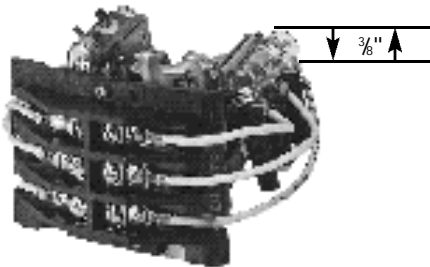

Figura 5
1. Sustituya el nuevo interruptor de mercurio dentro de los clips, asegurándose de que exista un espacio de $\frac{3}{8}$ " desde el borde del clip hasta el punto donde los cables se juntan con el tubo de vidrio. Los cables deberían proyectarse hacia abajo con un ángulo de un 90% en relación al plano horizontal, consulte la Figura 5.